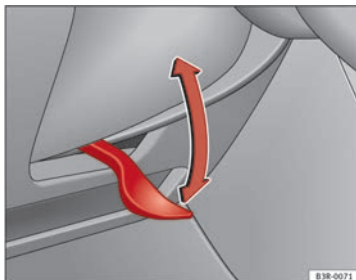

Fig. 143 Lever beneath steering column
- Push the lever ⇒ Fig. 143 down ⇒ ⚠.